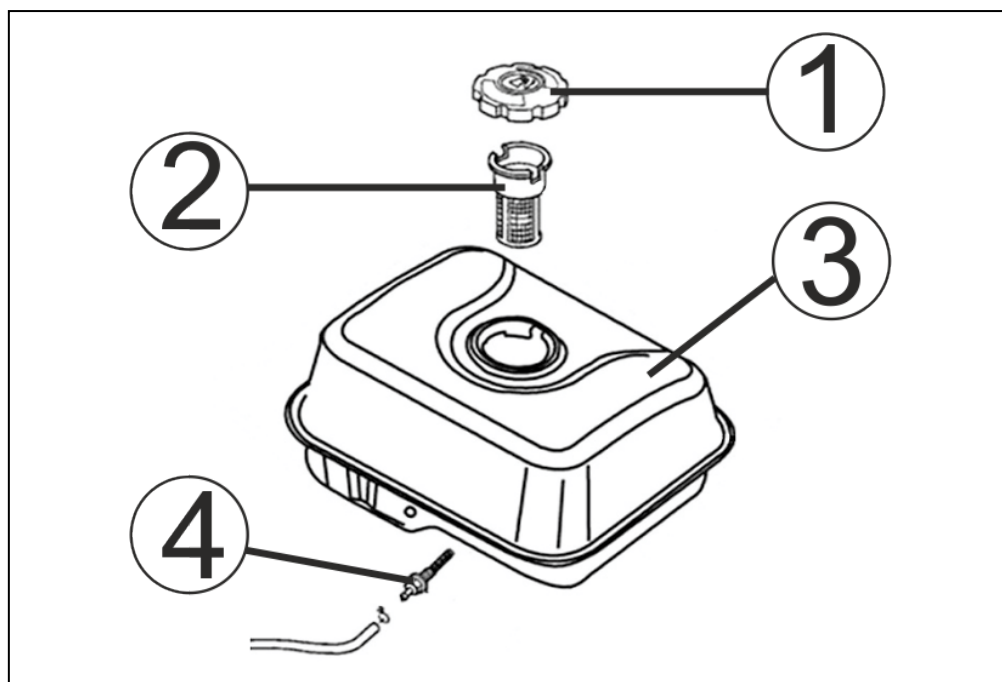

Рис. 16. Расположение топливных фильтров.
В топливном баке установлены два сетчатых топливных фильтра. Один фильтр находится в заливной горловине топливного бака. Второй фильтр установлен внутри бака (Рис. 16).
3. Выкрутите из топливного бака выходной штуцер (4) (Рис. 16) и произведите его очистку. При обнаружении механических повреждений замените штуцер топливного бака.